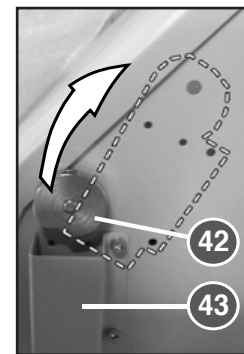

fig. 24
4. Smontare ambedue le coperture interruttore (43). Svitare il perno filettato (44) sulla camma (42) dello sportello di commutazione (40) e estrarre la camma. Rimuovere lo sportello di commutazione (40), infilarlo nelle aperture per la posizione di commutazione soprastante nella tramoggia (16) e fissarlo di nuovo (fig. 24).
5. Fissare il finecorsa S8 (18) con 2 viti M4x40 e dadi M4 al di sotto della camma dello sportello di commutazione (40). Svitare il perno filettato (44) (chiave a brugola 2,5 mm), ruotare la camma in posizione e serrare di nuovo il perno filettato.